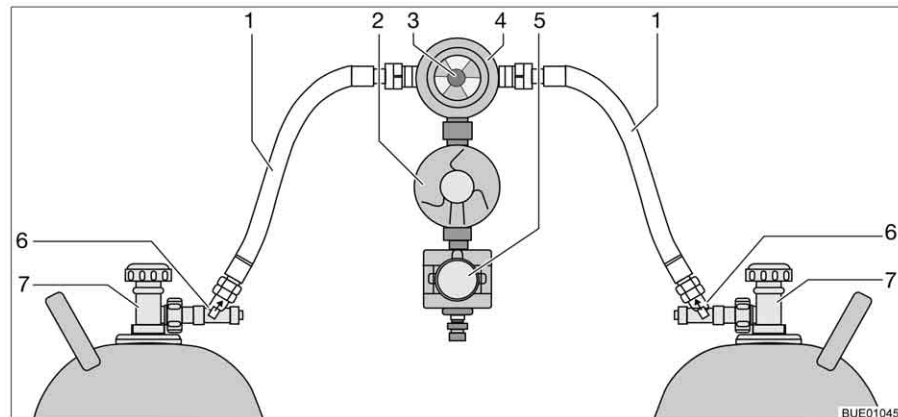

Fig. 160 Dispositif de commutation Crash Protection Unit
La Crash Protection Unit se compose de deux limiteurs de débit à verrouillage manuel (Fig. 160,6), d'une valve de commutation (Fig. 160,4) avec régulateur de pression (Fig. 160,2), d'une électrovanne (Fig. 160,5) et d'une unité de commande à DEL de trois couleurs. La valve de commutation est montée entre les deux lyres (Fig. 160,1).
Un bouton rotatif (Fig. 160,3), situé sur la valve de commutation, permet de définir laquelle des bouteilles de gaz est celle de service et laquelle est celle de réserve.
Seules les fonctions électriques peuvent être activées sur l'unité de commande (Fig. 161). Les robinets principaux des bouteilles de gaz (Fig. 160,7) et les dispositifs de déverrouillage (Fig. 160,6) doivent être ouverts manuellement.
- Ouvrir les robinets principaux des bouteilles de gaz (Fig. 160,7).
- Appuyer sur les dispositifs de déverrouillage (Fig. 160,6) l'un après l'autre pendant 10 secondes.
- Choisir la bouteille de gaz avec le bouton rotatif (Fig. 160,3) de la valve de commutation (Fig. 160,4) à partir de laquelle le gaz sera utilisé principalement (bouteille de service).
- Fermer les robinets principaux des bouteilles de gaz (Fig. 160,7).